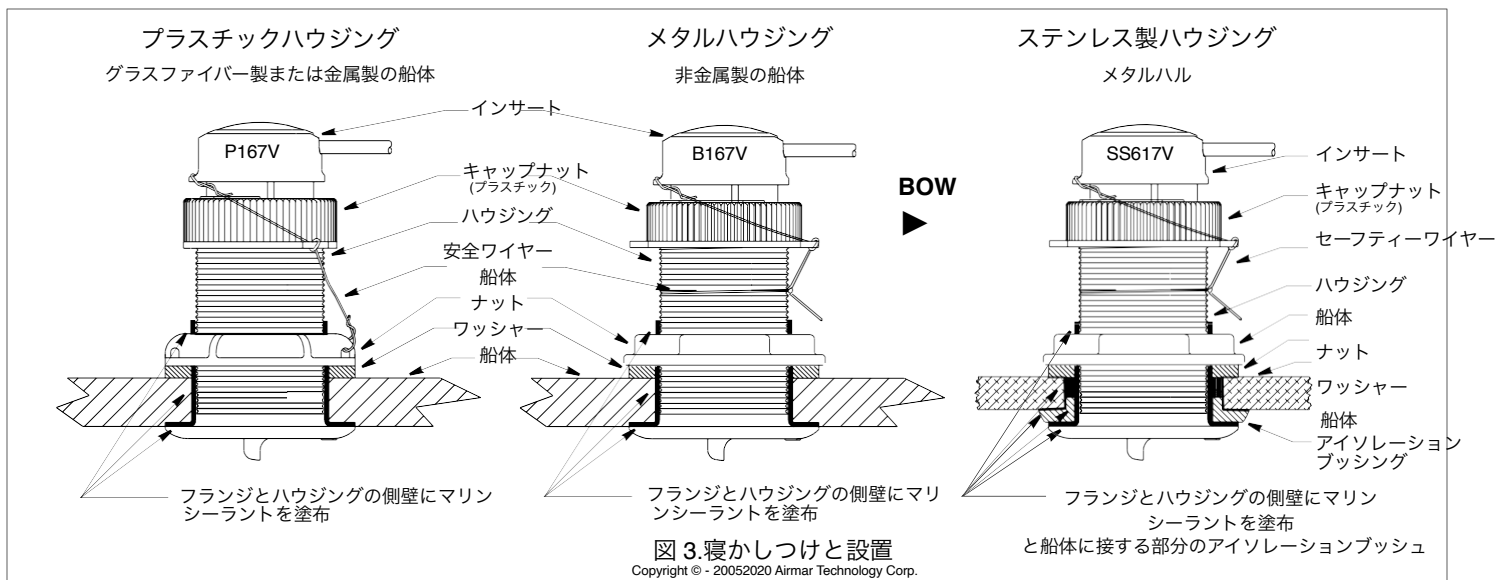

図 3.寝かしつけと設置
船体と接触するハウジングのフランジの周り、ハウジングの側壁に、2mm (1/16 インチ) の厚さのマリンシーラントを塗布します (図3)。シーリング材は、船体、ワッシャー、船体用ナットの合計厚さよりも6mm (1/4インチ) 高くする必要があります。これにより、船体を密閉し、船体ナットをしっかりと固定するためのシール材がネジ山に存在することになります。
1. 船体の外側から、ハウジングをねじりながら取り付け穴に押し込み、余分なシーリング材を絞り出します (図3)。
6. 水密性を確保するためには、インサートをハウジングに完全に挿入し、キャップナットを完全にねじ込む必要があります (図3)。 **インサートをハウジングにスライドさせ、上部の矢印が弓の方向に向くようにします。**
2. 安全ワイヤーを外し、袋ナットを緩めて、ハウジングからインサートを取り外します（図3）。これでインサートがジャッキアップします。ゆっくりと引くようにしてインサートを取り外します。ブランキング・プラグをハウジングにスライドさせてインサートを交換します。